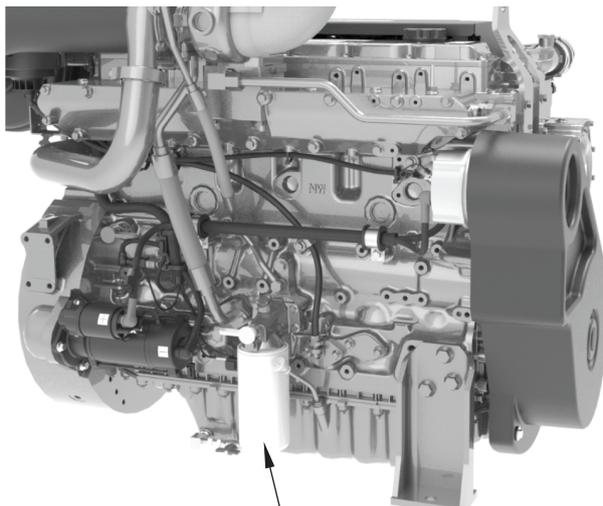
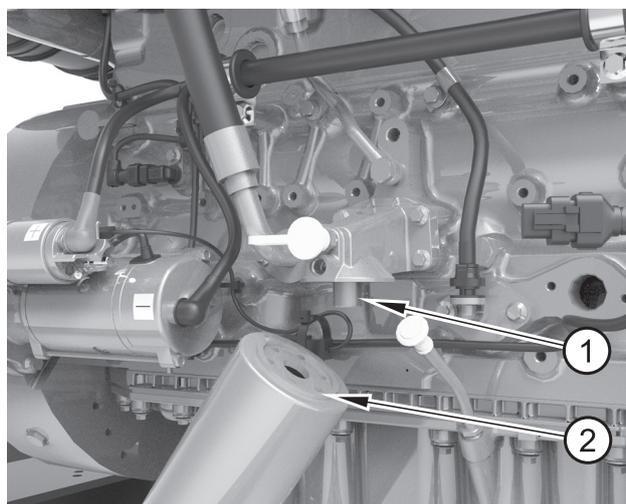

Figura 31
Figura 32
2. Rimuovere la cartuccia del filtro (figura 31 voce 1) con una chiave a nastro o un attrezzo simile. Assicurarsi che l'adattatore (figura 32 voce 1) sia ben saldo nella testa del filtro. Quindi scartare la cartuccia.